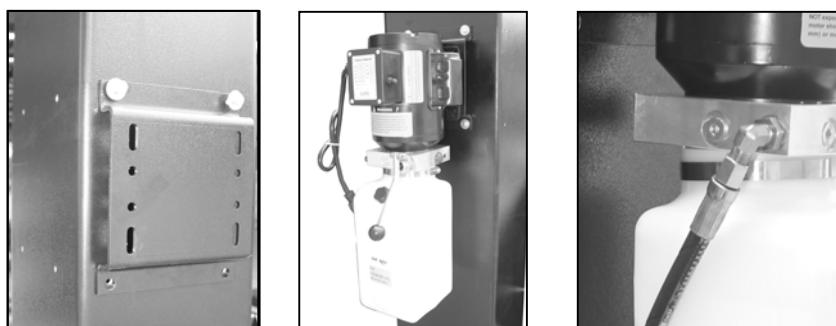

Figure : 6-A, B, C Pompe & flexible
- 6) Montez ensuite la motopompe à l'arrière de la colonne. Fixez-la avec des vis et des écrous. Raccordez le flexible du vérin à la motopompe. (Fig. 6-A, B, C) Le flexible dispose de raccords différents à chaque extrémité. Veillez à ce que l'extrémité du flexible corresponde au vérin. Un joint torique se trouve à l'extrémité du raccord du vérin. Veillez à ce que les fixations soient bien serrées.